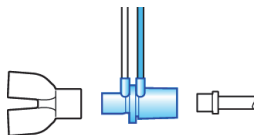

Рисунок 5-9. Установка неонатального датчика потока
1. установите его между Y-образным коннектором дыхательного контура и пациентом (рис. 5-9).